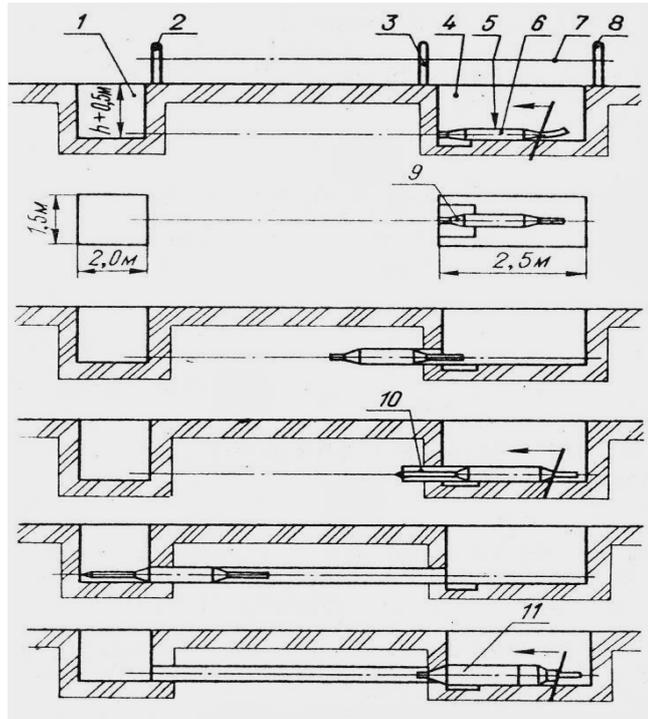

Рис.12 Схема производства работ при проходке скважин
В начале и конце перехода отрыть рабочие прямки: входной 4 (рис. 12), из которого производится пуск пробойника и приёмный 1 - для выхода устройства из грунта. Размеры прямков указаны на рис. 12.
Для ориентирования устройства можно воспользоваться следующим приемом. Параллельно оси скважины (рис.12) натягивают на колышках 2, 3, 8 шнур 7. Если скважина пробивается под дорогой, то устанавливают промежуточный колышек, закрепляют на нем шнур, а часть шнура над дорогой снимают. Затем с помощью отвеса 5 устанавливают пробойник 6 так, чтобы его ось была параллельна шнуру. Для ориентирования пробойника 6 в вертикальной плоскости удобно пользоваться уровнем, а при значительной длине скважины и сложном рельефе поверхности рекомендуется применять геодезические инструменты.
- проверить правильность ориентирования пробойника, и при необходимости откорректировать направление проходки смещением пробойника (рис. 12) и вторично запустить пробойник;
Скважины $\varnothing 180$ мм образуют повторной проходкой пробойника с закрепленным на нем расширителем 11 (рис.12) по предварительно пройденной скважине $\varnothing 95$ мм. После проходки скважины и выхода пробойника в приемный прямок провести демонтаж расширителя.
Удлинитель 10 (рис.12) применяют при проходке скважин в слабых грунтах. Для этого следует: